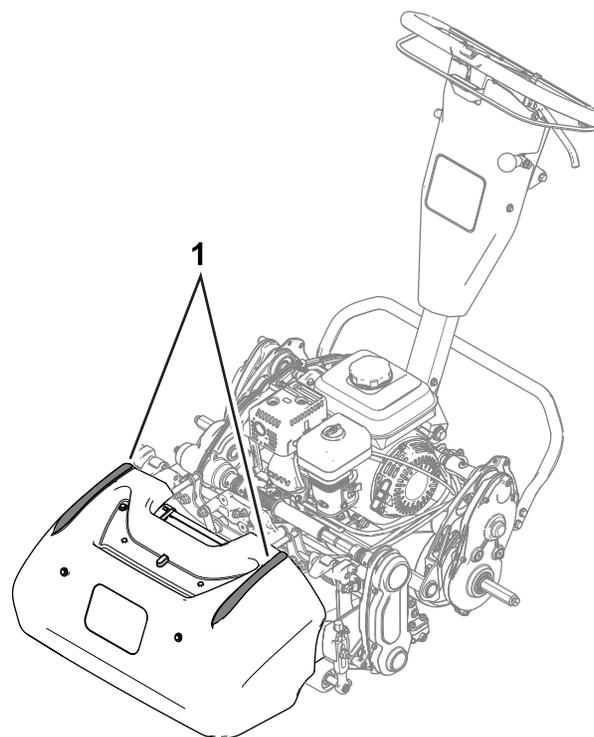

Figure 22
- Pour vous aider à travailler en ligne droite en travers du green et à maintenir la machine à égale distance du bord de la passe précédente, servez-vous des bandes d'alignement sur le dessus du bac à herbe (Figure 22).